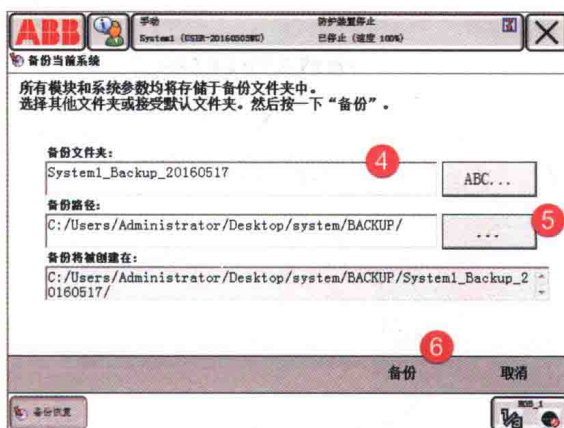

图 1-7 修改文件名称和路径界面
③修改备份文件夹的名称、备份路径,单击“备份”,如图 1-7 所示。